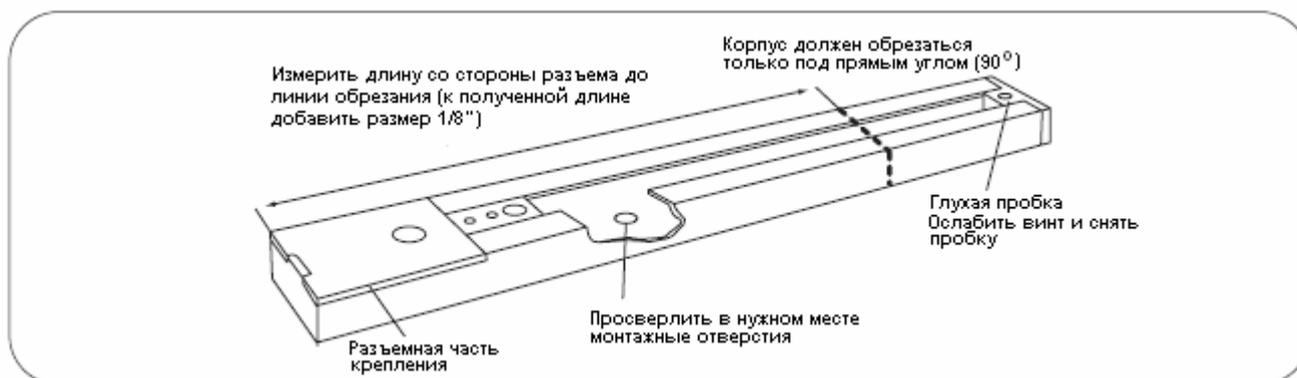

Рисунок 7 Пример обрезания опорной рейки в эксплуатационных условиях
**Способы обрезания опорной рейки в эксплуатационных условиях (см. рисунок 7)**